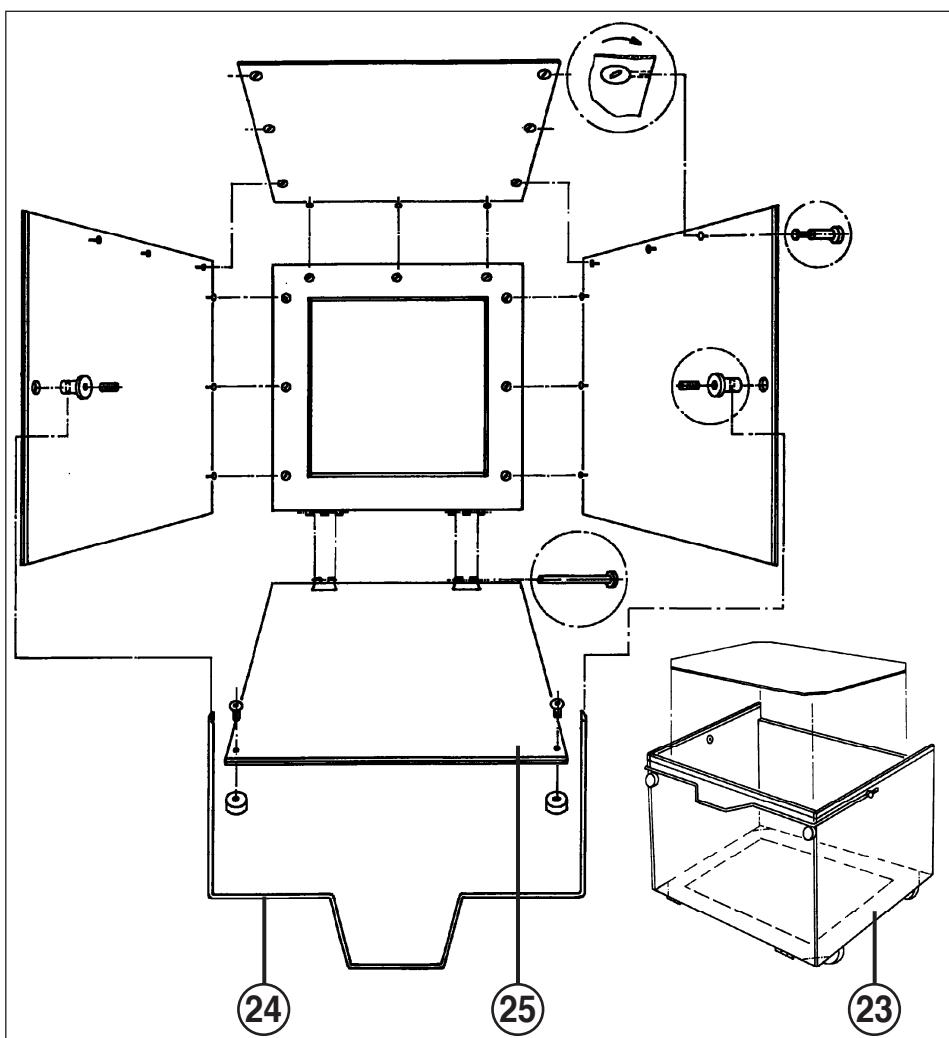

Abb. 4
- 23 = Auffangbehälter (Abb. 4)
- 24 = Bügel für Auffangbehälter (Abb. 4)
- 25 = Behälter-Vorderwand (Abb. 4)
AUFGANGBEHÄLTER (23) (Abb. 4):